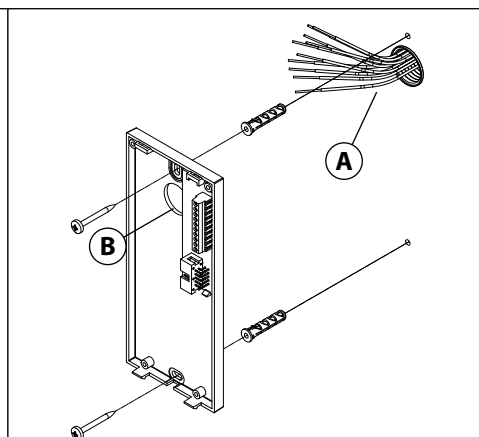

Fig. 5
- Collegare il connettore maschio **(D)** al connettore femmina **(E)** come mostrato in **Fig. 5**.